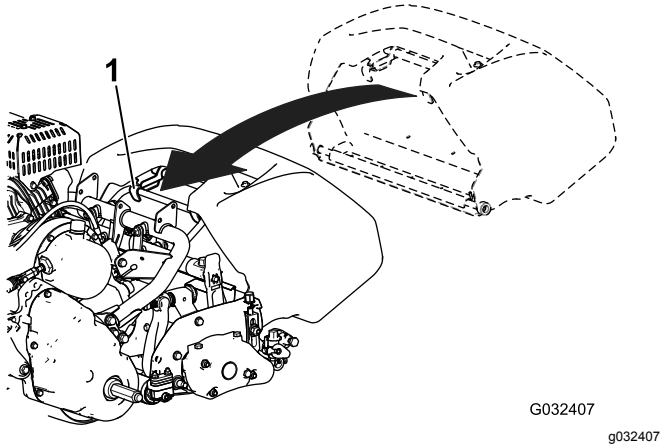

Bild 11
1. Fassen Sie den Fangkorb am Holm an (Bild 11).
2. Schieben Sie die Fangkorblippe zwischen den Seitenplatten der Schneideinheit und über die Frontrolle ein (Bild 11).
3. Befestigen Sie die Fangkorbhaken über der Rahmenschleife (Bild 11).